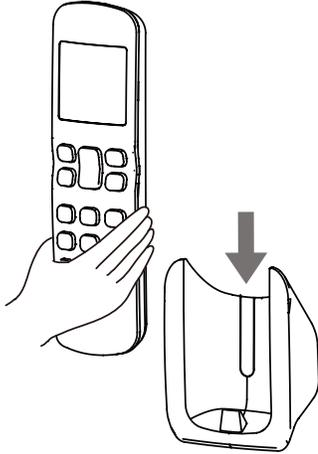

Figura 2.5
3. Deslice el controlador remoto en dirección vertical hacia abajo en el soporte del controlador (consulte la Figura 2.5).